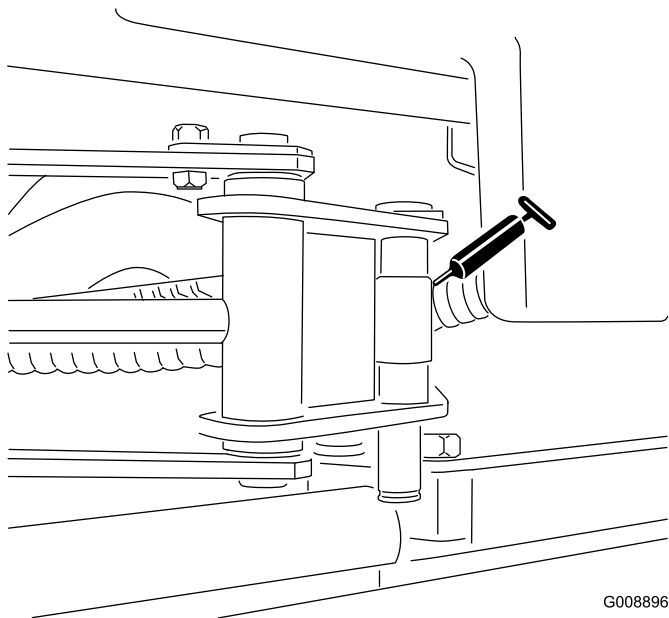

Рисунок 52
- Концы цилиндров SideWinder (2; только модель 03170) (Рисунок 52)